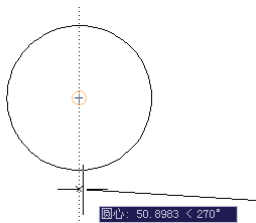

图 1-21 对象追踪
**对象追踪**开关——该开关处于打开状态时，用户可以通过捕捉对象上的关键点，然后沿正交方向或极轴方向拖动光标，系统将显示光标当前位置与捕捉点之间的关系。找到符合要求的点时，直接点取。如图 1-21 所示，表示了捕捉圆心向下（ $270^\circ$ ）50.8983 单位的点。按钮按下时为开，弹起时为关。如果触发该开关，在状态行中的命令行上会显示“<对象捕捉追踪 开>”或“<对象捕捉追踪 关>”的提示信息。